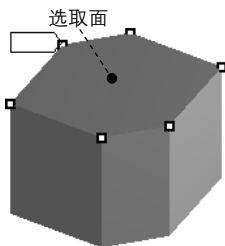

图 5.3.37 定义映射面
(2) 定义映射面。选取图 5.3.37 所示的模型表面为映射面，单击 **Apply** 按钮确认。